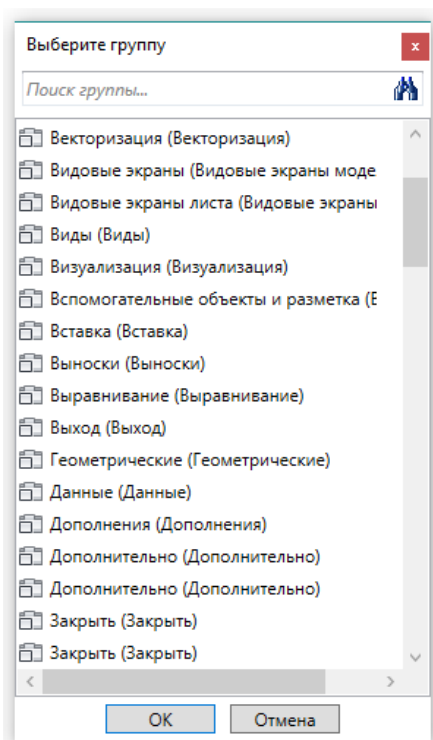

Рис. 14. Окно выбора группы ленты
2. В диалоге Выберите группу (рисунок 14) выбрать элемент, нажать OK.